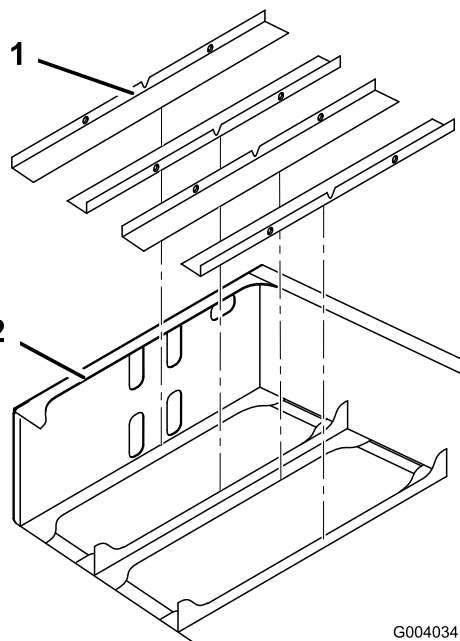

Figura 4
- Instale as caixas dos tabuleiros das baterias na estrutura de montagem na retaguarda (Figura 4).